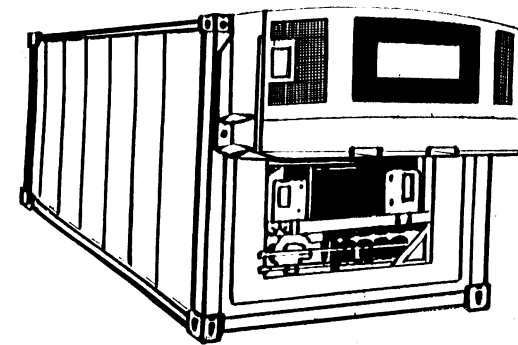

Рис. 2. Изотермический контейнер со съемным дизель-генератором
1.1.2. Для перевозки изотермических КК на транспортных средствах, на которых отсутствует электросеть, к изотермическому контейнеру может присоединяться съемный дизель-генератор (ДГ) (Рис.2).